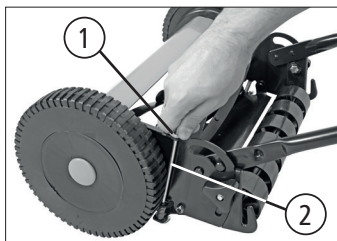

Fig. 05
1 - Ajuste la altura de las mariposas (1) en el tirante (2) hasta que la lámina se recueste al carretel. Tenga cuidado de ejecutar el mismo ajuste a ambos lados de la cortadora, de forma que la lámina de corte quede perfectamente paralela a las líneas del carretel en toda su extensión [Fig. 05].